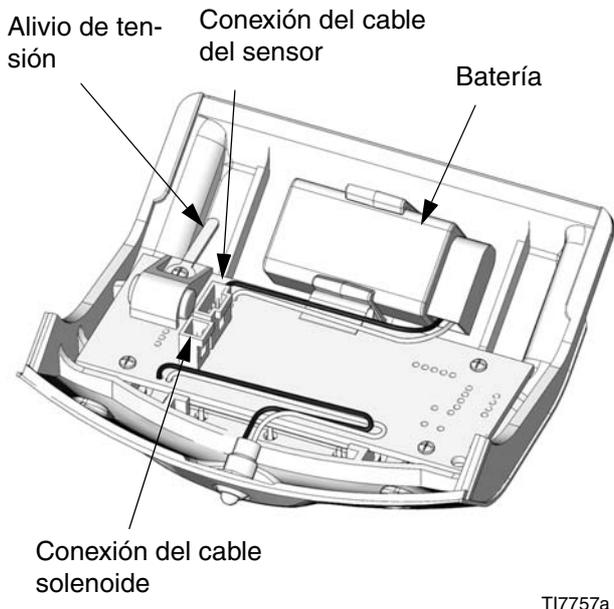

FIG. 1. Ubicación de la batería y conexiones de cables del módulo
1. Lleve el módulo DataTrak™ (1) a un entorno no peligroso.
2. Instale la batería, vea la FIG. 1. Utilice siempre una batería aprobada por Graco, vea el manual del motor de aire NXT.
1. Instale el solenoide (7) colocando los cables de modo que no interfieran con la pinza (C). Asegure la pinza (C) y los tornillos (D). Apriete a un par de 100 lib-pulg. (11,3 N•m). Ver la FIG. 3. Conecte el cable del solenoide con el conector en el lado inferior del módulo (1). Vea la FIG. 1.
2. Monte el sensor del interruptor de láminas (5) y fíjelo con el tornillo (6) y la junta tórica (13). Ver la FIG. 3. Conecte el cable del sensor con el conector en el lado inferior del módulo (1). Vea la FIG. 1.